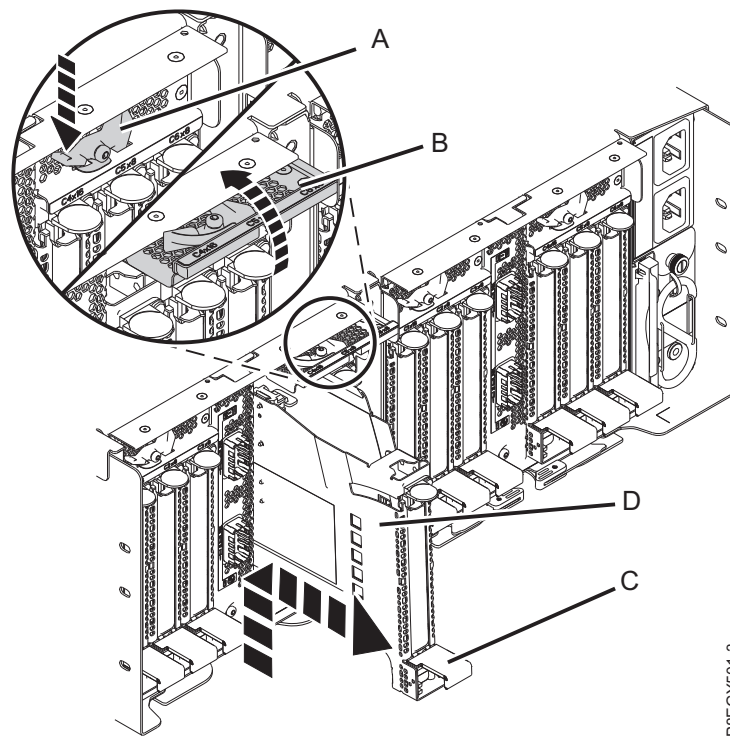

図 49. PCIe3 拡張ドロワーからの PCIe アダプター・カセットの取り外し
- a. 図 49 に示すように、スロットのターゲットにラッチ・レバー (A) を押しつけます。このアクションにより、ラッチ・ドアが上に回転して、開いた位置になります。図 49 の (B) を参照してください。
- b. 図 49 に示すように、カセット・ハンドル (C) を持ち上げ、カセット (D) をそのスロットから引き出します。